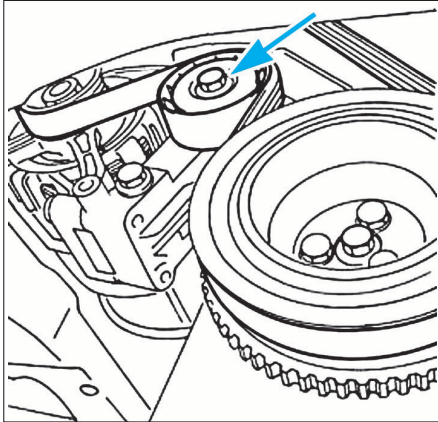

FIG. 5
- Agir sur le tendeur automatique puis extraire la courroie (Fig.5).